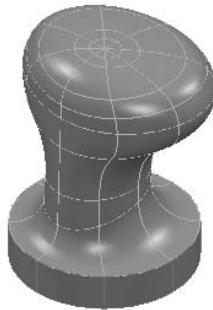

图 2-169 打开范例文件
2) 选择下拉菜单中的“文件”→“打开项目”命令，弹出“打开项目”对话框，选择“exercise24”（“随书光盘:\第2章\exercise24\uncompleted\exercise24”）目录，如图 2-169 所示。